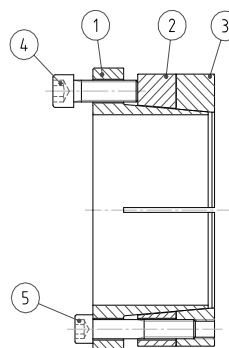

Fig. 2
3. Separare l'anello esterno [2], serrando progressivamente le viti di smontaggio secondo uno schema a croce, di 1/4 di giro ad ogni passata (fig.2).